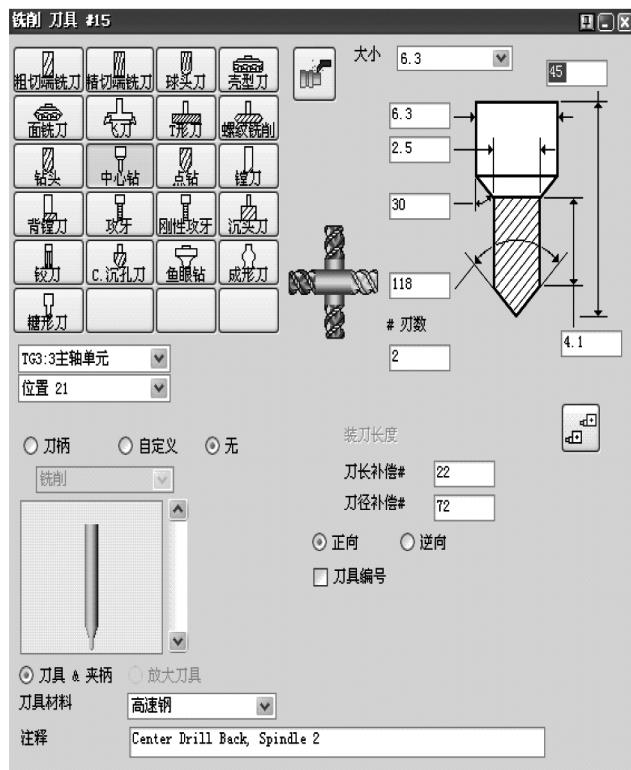

图 5-58 铣削刀具#15
16) 在#15 位置创建铣削刀具, 如图 5-58 所示。